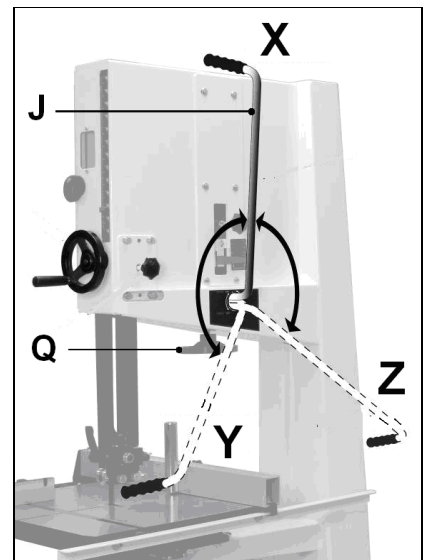

Fig 10
Positionner le levier de serrage rapide du ruban (J, Fig 10) en position : tension maximale (X).